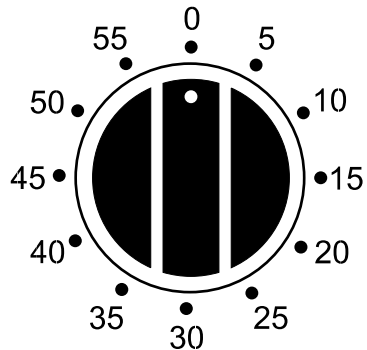

Рис. 14
Вид механического таймера на 60 минут представлен на рис. 14. Максимальное время, на которое может быть установлен таймер, равно одному часу. Для установки времени таймера сначала поверните ручку (5) по часовой стрелке до положения 60 минут, а затем против часовой стрелки до выбранного Вами времени. По истечении установленного времени прозвучит звуковой предупреждающий сигнал, после чего Вы должны произвести запланированные Вами ранее действия, напоминанием о которых и служит сигнал таймера. В момент подачи звукового сигнала таймер не прекращает работу духовки.